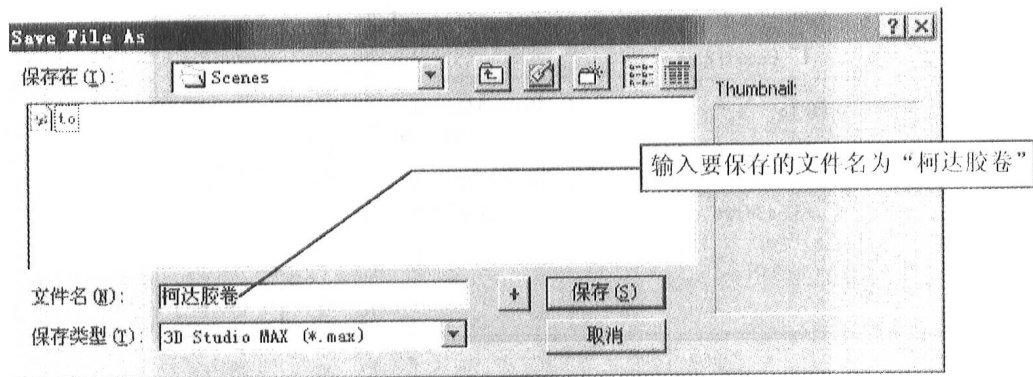

图 1-1-5
(1) 单击“File”(文件)→“Save”(保存)菜单命令,来保存文件。
(2) 因为这是第一次保存文件,所以这时屏幕上出现了一个“Save File As”(文件另存为)对话框。在“文件名”输入框中输入要保存的文件名为“柯达胶卷”,如图1-1-5,然后单击“保存”按钮,这样就保存了文件。